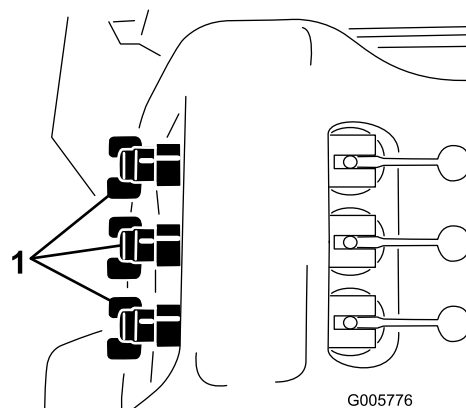

Figure 28
12. Réglez la soupape de dérivation de rampe (Figure 28) située sous la soupape de commande de la rampe que vous avez mise hors service jusqu'à ce que la valeur indiquée au manomètre soit la même qu'au point 9.